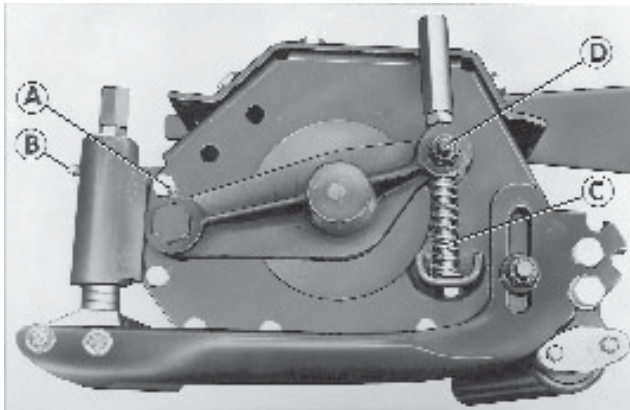

Fig.2
(a) Cutting cylinder bearing housing pivots (A Fig. 2).
(b) Height adjustment sleeves (B Fig. 2).
(a) Cutting cylinder clamp pivot (D Fig. 2).
(b) Cutting cylinder adjusting screws (C Fig.2).
- (a) Draaipunten lagerhuis van de maaicilinder (A Afb. 2).
- (b) Hoogte afstelbusjes (B Afb. 2).
- (a) Klem draaipunt (D Afb. 2) van maaicilinder.
- (b) Stelschroeven van de maaicilinder (C Afb.2).
- (a) Pivots du carter de roulements des cylindres de coupe (A, Fig. 2).
- (b) Manchons de réglage de la hauteur (B, Fig. 2).
- a) Pivot de serrage des cylindres de coupe (D, Fig. 2).
- b) Vis de réglage des cylindres de coupe (C, Fig.2).